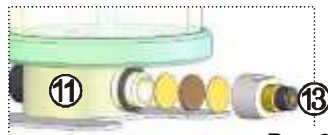

Рис.2
6.2 При засорении тракта подачи абразива (заборное отверстие, воздушный фильтр, каналы и т.п.) необходимо проверить состояние фильтра **(12)**, для этого (рис.2):